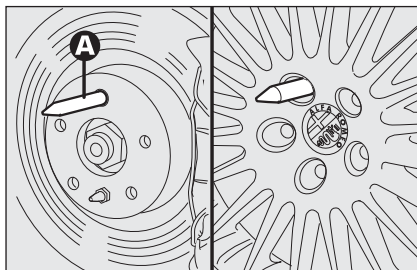

fig. 13
- visser le pion de centrage **A-fig. 13** dans l'un des trous des boulons présents sur l'enjoliveur;
- dévisser le pion de centrage **A-fig. 13** et visser le dernier boulon de fixation;